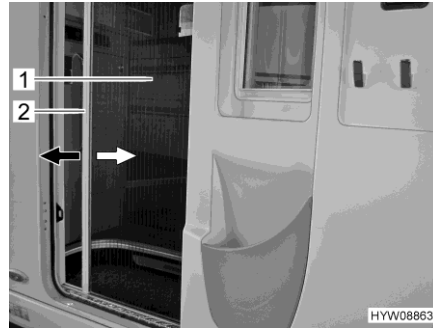

Fig. 57 Moustiquaire (porte cellule)
- Saisir la barre-poignée (Fig. 57,2) avec les deux mains et tirer la moustiquaire (Fig. 57,1) de manière régulière en dehors de son logement dans la porte.
- Saisir la barre-poignée (Fig. 57,2) avec les deux mains et repousser la moustiquaire (Fig. 57,1) d'une légère pression dans son logement dans la porte.